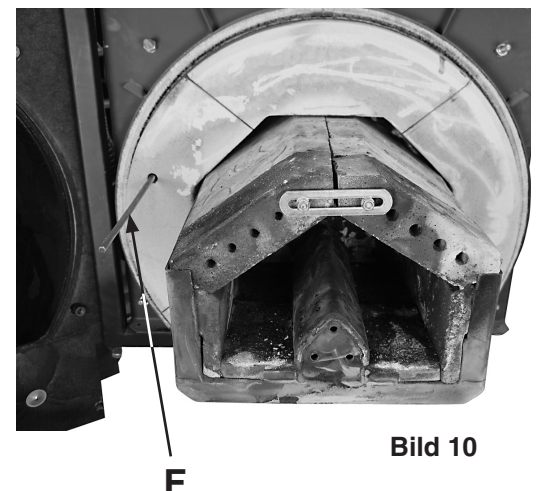

Bild 10
10. Rückstände im Brenner **sorgfältig heraussaugen** - vor allem im hinteren Bereich (direkt unterhalb der Einschubschnecke); **es dürfen keine Rückstände in den Luftlöchern verbleiben** (Bild 10). Brenner auch oben absaugen. Asche am Brennkammerfühler (F) abwischen.